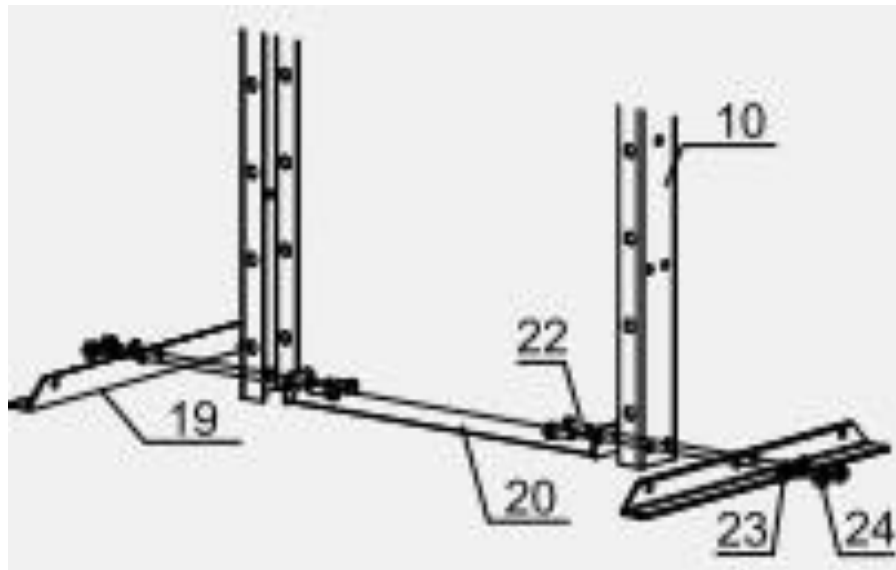

Рисунок 3
3. Поднимите опорные стойки (10) в вертикальное положение. Подставьте опоры (19) к опорным стойкам (10), и поместите стяжку (20) между ними. Совместите отверстия под болты в деталях. Вставьте болты (22) через опоры, опорные стойки, и стяжку, затем закрутите через шайбы (23) гайки (24). См. Рисунок 3.